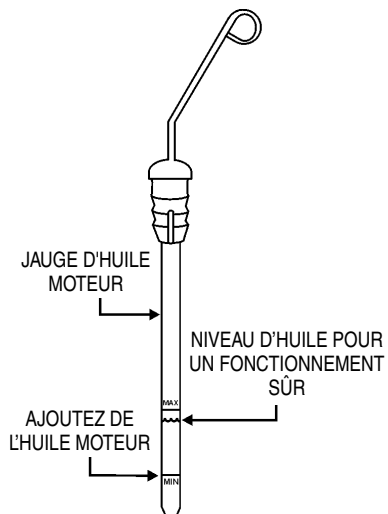

Figure 8. Jauge de niveau d'huile moteur
3. Réinsérez la jauge (Figure 8), puis retirez-la de son support. Vérifiez le niveau d'huile indiqué sur la jauge.